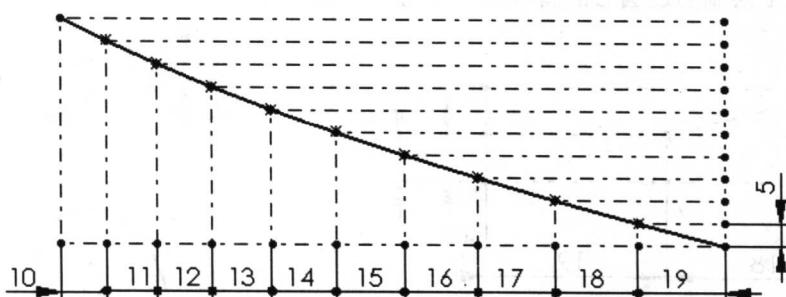

图 1-5 样条曲线草图
4) 用“样条曲线”绘制出一条曲线，曲线的起点在十一条相连水平线最右边的端点上，曲线通过十条竖线和十条水平线的交点，如图 1-5 所示。用“构造几何线”将样条曲线转换成构造线。